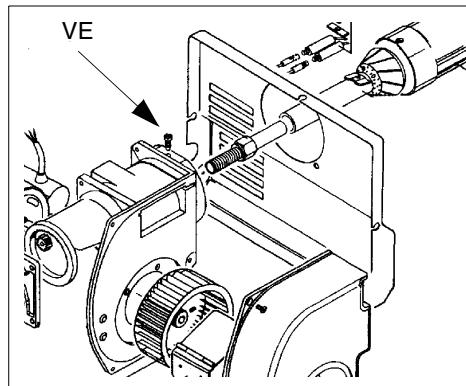
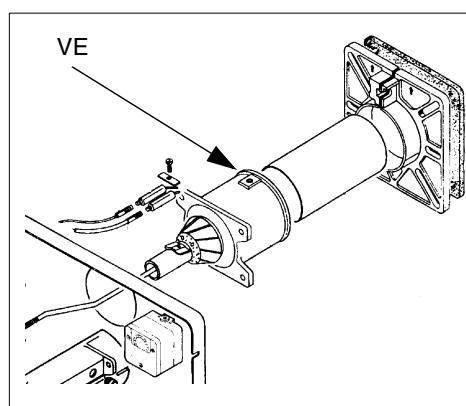
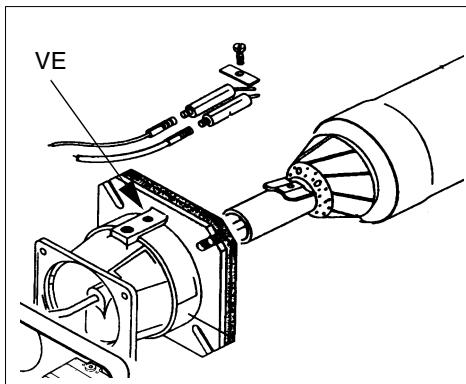

Fig. 28a
Fig. 28b
Fig. 28c
- Smontaggio esame e pulizia testa di combustione (vedi Fig. 28a, Fig. 28b, Fig. 28c);
##### Tipo S3 (Fig. 28a) e S5 (Fig. 28b)
##### Tipo S10 - S18 (Fig. 28c)